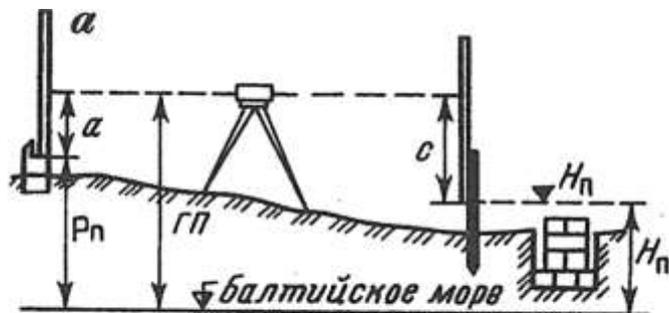

Рис. 2. Схема разбивки и контрольных высот фундамента
5. Выставьте проектную высоту верха фундамента на обноске (рис. 2), если высота репера $P_n = 22,145$, отсчет по рейке $a = 0913$, проектная высота фундамента $H_n = 21,016$.